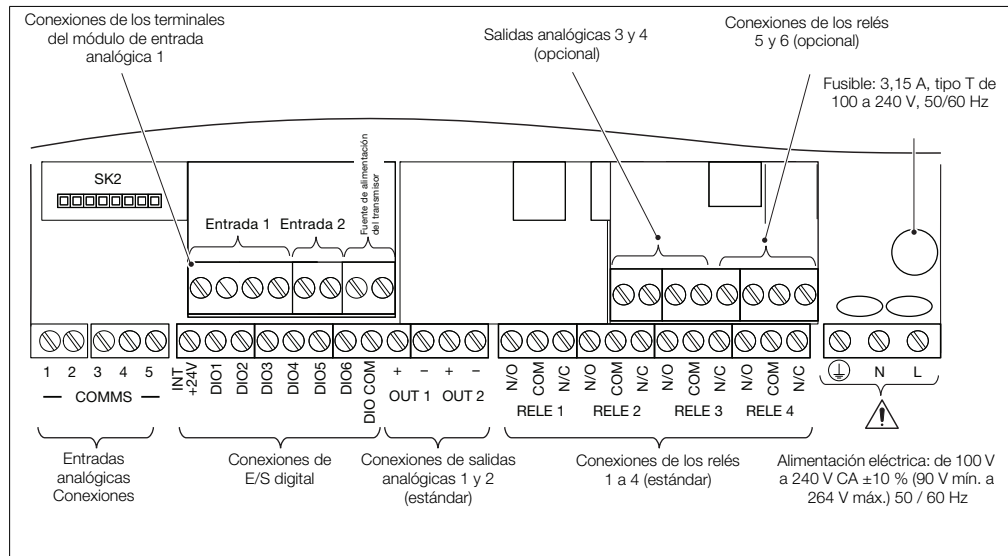

Fig. 4.15 Conexiones de los terminales del ControlMaster CMF160
1. Con un destornillador Pozidriv, gire el tornillo de retención de la puerta de la sección electrónica (sujeción) (A) $\frac{1}{4}$ de vuelta hacia la izquierda y abra la puerta.
2. Gire el tornillo de retención de la cubierta (B) hacia la izquierda hasta que la cubierta (C) se pueda retirar.
3. Realice las conexiones a los terminales de la tarjeta de conexión; consulte la Fig. 4.15, página 23.
4. Vuelva a colocar la cubierta (C) y fíjela girando el tornillo de retención (B) hacia la derecha con la mano hasta que quede apretada. Cierre la puerta y gire el tornillo de retención de la puerta (A) $\frac{1}{4}$ de vuelta a la derecha para fijarla.